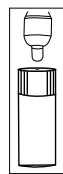

Figura 3B
3. Coloque brevemente a ponta da sonda perto do orifício pequeno, como mostrado na Figura 3B até que um alarme sonoro seja gerado. Esta será uma indicação de que a unidade está funcionando corretamente. Feche novamente o frasco com o tampão de vinil removido anteriormente e volte ao estojo.